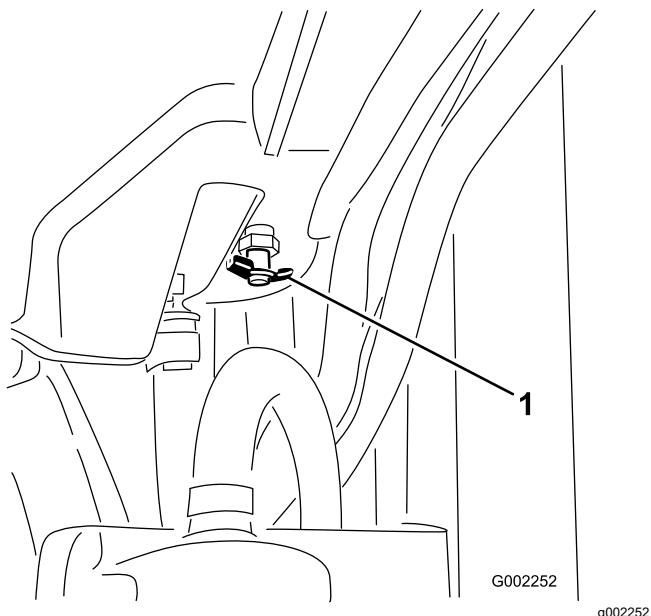

Figure 104
5. Fermez le robinet de vidange (Figure 104).
4. Ouvrez le robinet de vidange et vidangez le liquide de refroidissement dans le bac (Figure 104).